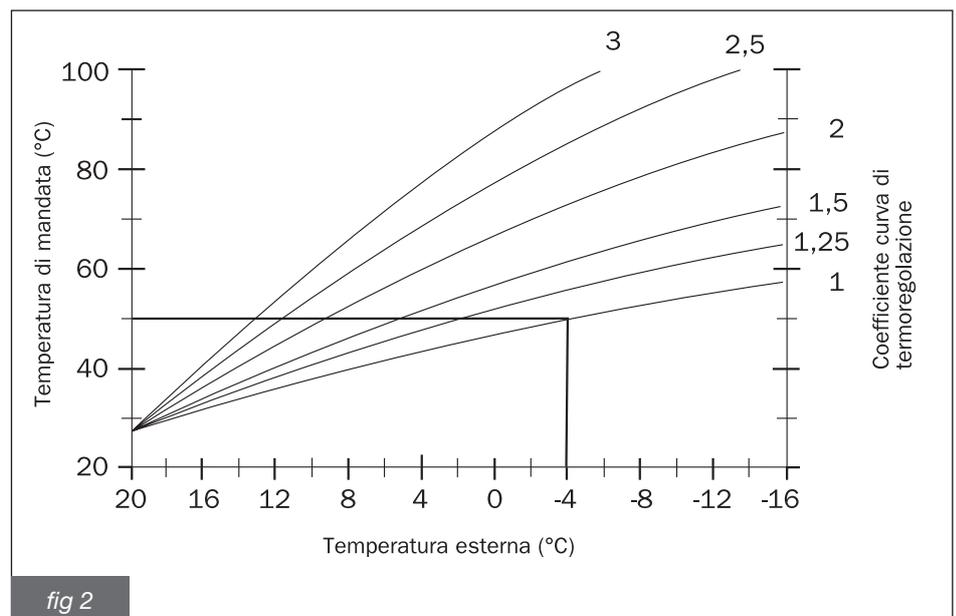

fig 2
La caldaia può essere collegata ad una sonda che misura la temperatura esterna (optional non obbligatorio, fornito dal produttore), nota la quale la caldaia regola automaticamente la temperatura dell'acqua di riscaldamento, aumentandola quando la temperatura esterna diminuisce e diminuendola quando la temperatura esterna cresce, consentendo in questo modo di ottenere un miglior comfort ambientale ed un risparmio di combustibile (fig. 2). Questo funzionamento della caldaia viene definito "funzionamento a temperatura scorrevole".
Provvedere al riempimento dell'impianto agendo sul rubinetto di carico (fig. 2) posto nella parte bassa della caldaia, vicino agli allacciamenti idraulici. Il valore della pressione a caldaia fredda deve essere di $1 \div 1,3$ bar.
- ruotare la manopola del rubinetto di carico (fig. 2) in senso antiorario per permettere l'ingresso dell'acqua in caldaia;
- mantenere il rubinetto aperto fino a che il manometro (fig. 2) indica che è stato raggiunto un valore della pressione di $1 \div 1,3$ bar;